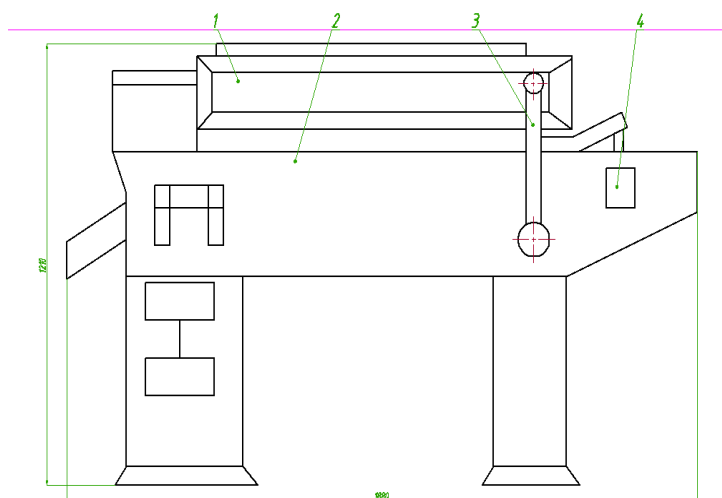

Рисунок 11.13
– Провести разметочную Прямую сверху чертежа машины (рис. 11.13). Расстояние между линией машины до разметки в пространстве Листа должно быть ~ 10 мм. С учетом масштаба 1:4 это расстояние в пространстве Модели должно быть ~ 40 мм.